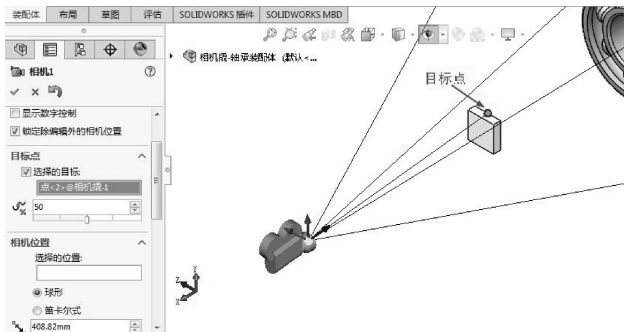

图 8-25 设置目标点
- 12 通过【相机 1】属性面板，选择相机撬顶面前边线的中点作为目标点，如图 8-25 所示。